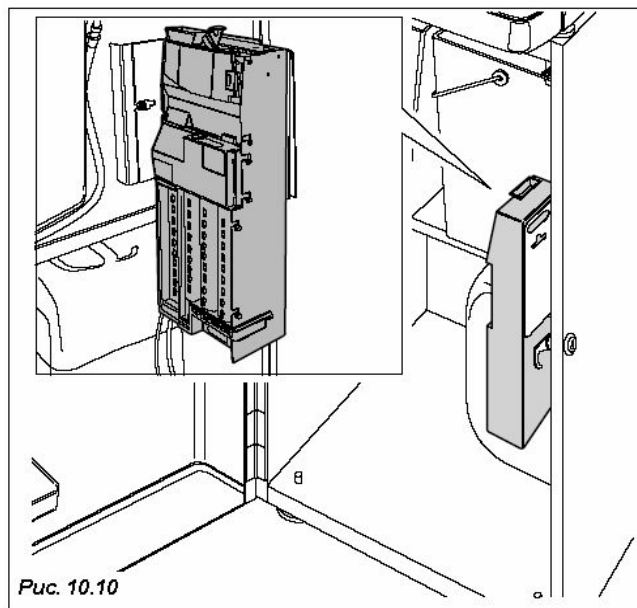

Рис. 10.10
- Установите монетоприемник в нижней части шкафа, закрепив его соответствующим образом (Рис. 10.10).